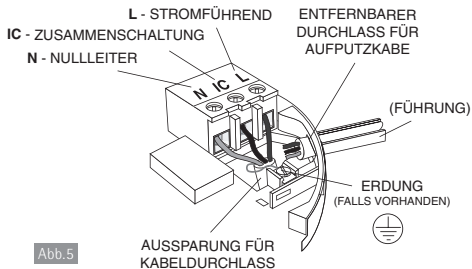

Abb.5
IC: Zusammenschaltung – siehe Abb. 5 und 6 in Abschnitt 2.6 für weitere Informationen.
4. Falls die Netzleiter unter Putz verlaufen, führen Sie die Drähte durch das rückseitige Loch in dem Montagesockel durch, wie in Abbildung 5 gezeigt.
(a) Positionieren Sie den Montagesockel so, dass die Kabelschiene, wie in Abbildung 5 gezeigt, verläuft.